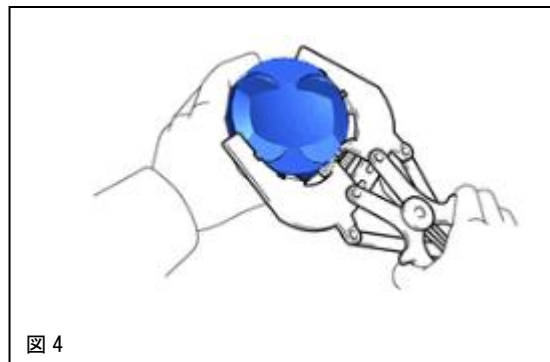
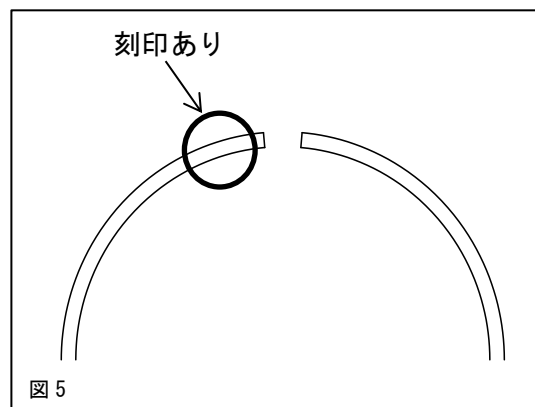

図 4
図 5
5. 1 図4のように、ピストンリングをピストンリングエキパンダーを用いてピストンに取付けてください。この時、トップ及びセカンドリングは図5に示す刻印のある面を上面にしてください。